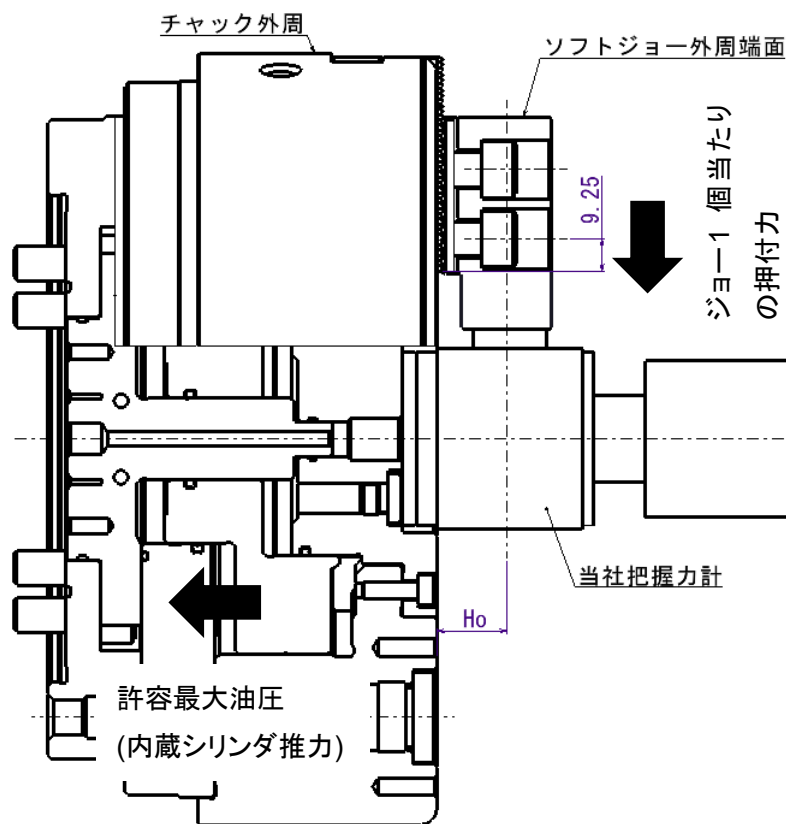

図 4 把握力測定方法
- 当社製把握力計にて測定し、把握位置は図 4 の高さです。(P-13 の表 6 も併せて参照)